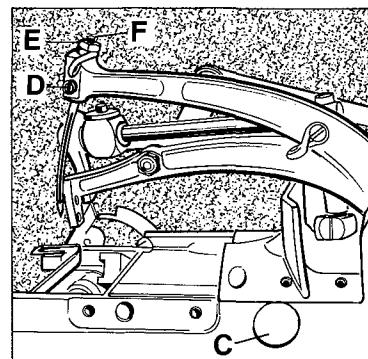

Fig.7
If adjustment is required remove plug (C, Fig.7). Set screw for looper shaft is accessible through this hole. Loosen the screw and move the looper shaft to the right or to the left to obtain the 4 mm (5/32 in.) respectively the 3,6 mm (9/64 in.) dimension.
If adjustment is necessary, loosen set screw (D, Fig.7) and remove needle, then loosen lock nut (E) and regulate the height adjustment screw (F) to set the needle to the required height.
Ist eine Einstellung notwendig, entfernen Sie den Verschlußstopfen (C, Fig.7). Durch diese Bohrung ist die Befestigungsschraube für die Greiferwelle zugänglich. Lösen Sie die Schraube und schieben Sie die Greiferwelle nach rechts oder links, bis der Abstand von 4 bzw. 3,6 mm erreicht ist. Ziehen Sie die Schraube wieder an und montieren Sie den Verschlußstopfen.
Ist eine Einstellung notwendig, lösen Sie die Befestigungsschraube (D, Fig.7) und entfernen die Nadel, dann lösen Sie die Mutter (E) und regulieren die Höhen-Einstellschraube (F) entsprechend auf die richtige Nadelhöhe. Ziehen Sie die Mutter (E) wieder an, damit diese Einstellung erhalten bleibt.